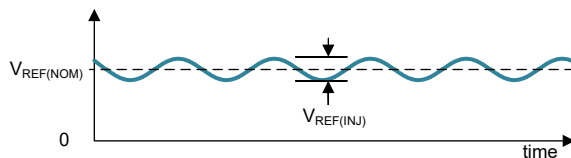

图 2-4. 施加到 V_{REF} 以进行抑制测试的波形
- AWG 注入调制基准电压，其中 $V_{REF(NOM)} = 3V$ ， $V_{REF(INJ)} = 300mV_{pp}$ (正弦波) (图 2-4)